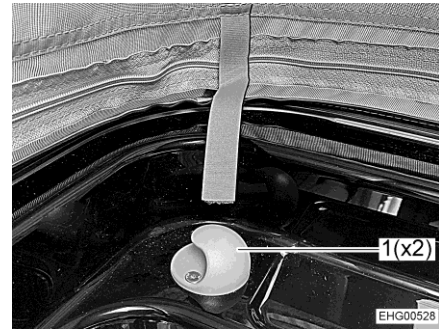

Fig. 37 Supporto
- Agganciare la rete protettiva ai due supporti (Fig. 37,1).